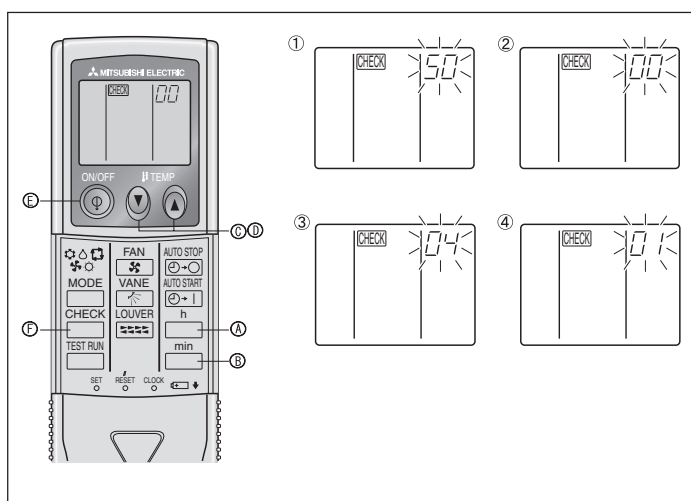

Fig. 6-10
- Нажмите кнопку MODE Е), и режим и номер установки (1) и (2) переключатся в состоянии постоянного отображения на дисплее, что позволит подтвердить содержание настройки.
2) Для беспроводного пульта дистанционного управления (Fig. 6-10)